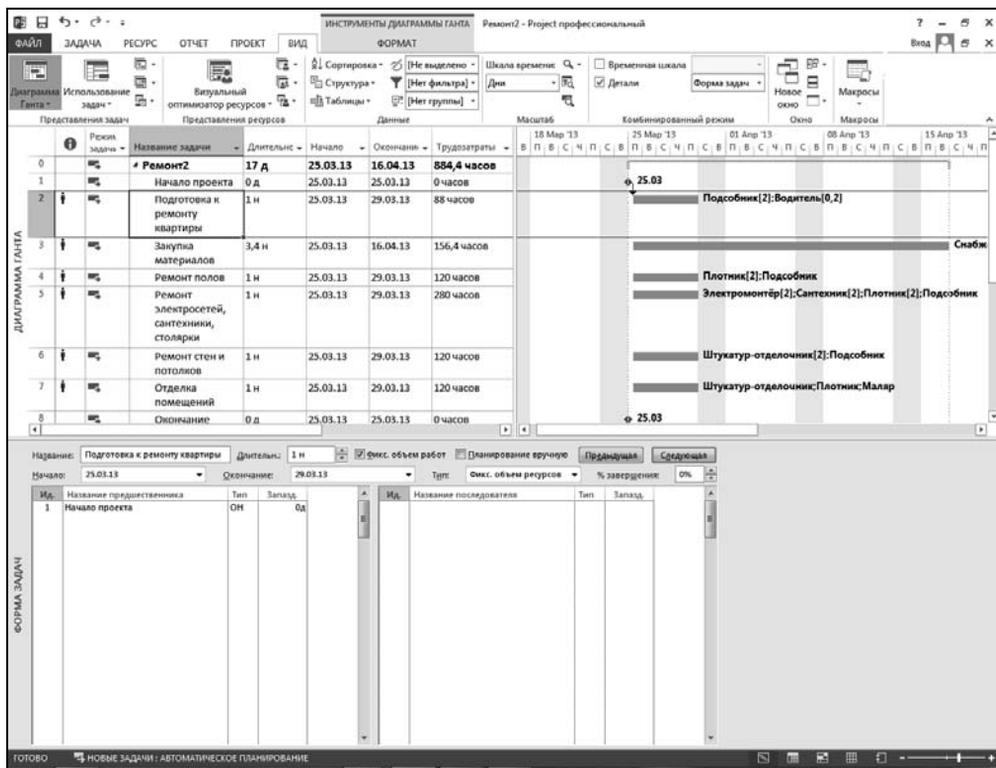

Рис. 5.13. Комбинированная экранная форма (линейная диаграмма с описанием предшествующих и последующих задач)
2. На вкладке ленты меню **Вид** в области **Комбинированный режим** выбрать флажок **Детали**. Экранная форма по высоте будет разбита на две области. Поместить курсор в нижнюю область экранной формы и щелкнуть правой кнопкой мыши. В открывшемся контекстном меню выбрать команду **Предшественники и последователи**. Внешний вид экранного окна показан на рис. 5.13. В нижней части окна размещены две практически одинаковые таблицы. Левая таблица относится к задачам, которые предшествуют текущей задаче, а правая — к следующим за ней.
Еще одной особенностью показанной на рис. 5.13 и 5.14 экранной формы является возможность альтернативного назначения или изменения предшествующих (и последующих) задач. Если щелкнуть левой кнопкой мыши на ячейке **Название предшественника** или, соответственно, **Название последователя**, то в ней, кроме наименования соответствующей работы, автоматически сформируется кнопка со стрелкой, открывающая список тех задач графика, которые могут быть предшествующими (или последующими) для текущей задачи по аналогии с рис. 4.50.